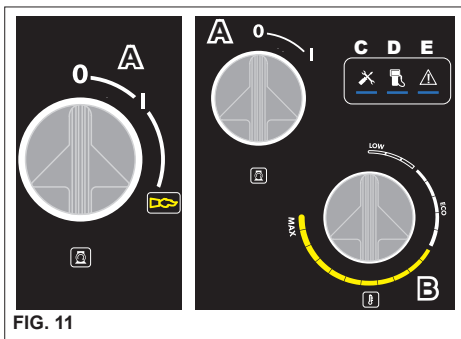

FIG. 11
**N.B. Para poner a cero las señalizaciones, gire el interruptor general "A" hacia la pos "0" y después hacia la pos. "I" (Fig. 11).**
**Al final del funcionamiento «Fase vapor», gire termostato «B» a la posición «0 (fig.11), deje que el aparato se enfríe durante aprox. 3 minutos con la pistola abierta**